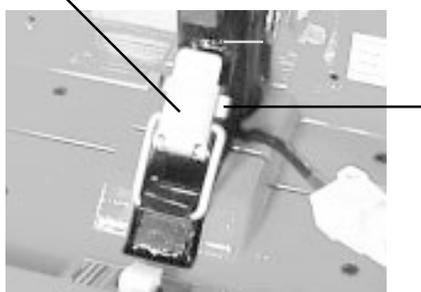

Figure 16. Fermoir à bascule
1. Pesez sur le bouton du fermoir tout en tirant sur la boucle. Voir la figure 16.